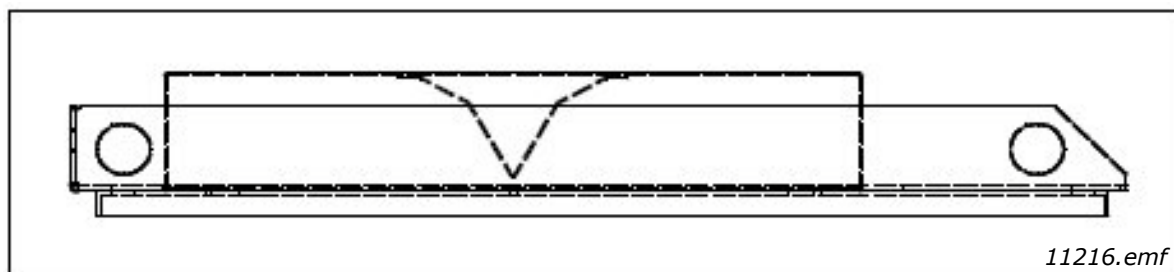

图 38. 屋顶结构侧视图
**注意！**如果屋顶是平的，请在屋顶下方安装一个 V 形空气导向板，以引导空气水平流动。请参见图 38。